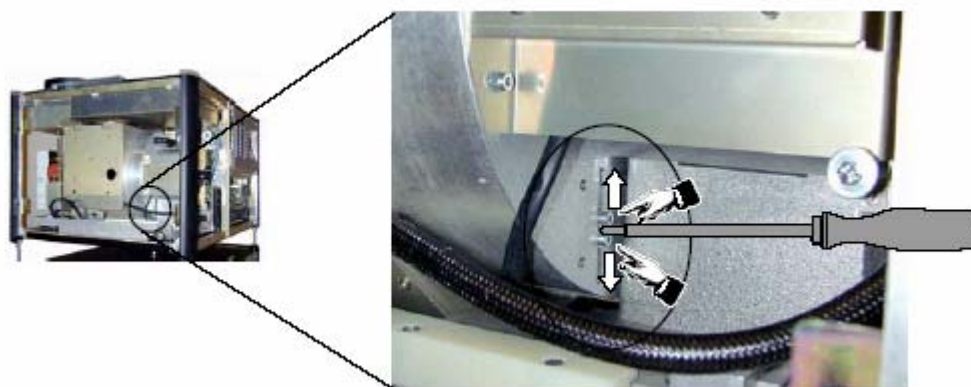

图 9-10 弧光调节
- 用 3 mm内六角扳手松开两颗六角螺丝。(图 9-10)